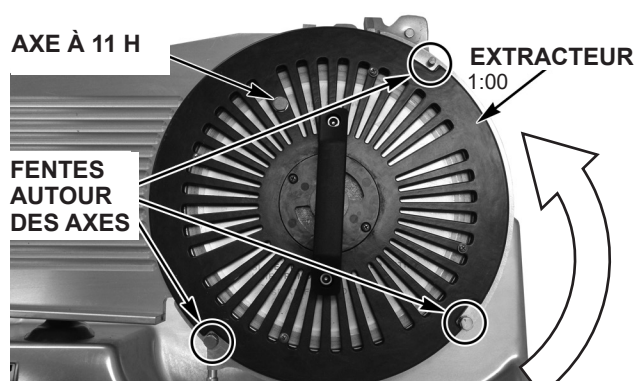

Fig. 13
- Placez l'extracteur sur le couteau (Fig. 13). Les trois fentes sur l'extracteur correspondent aux trois axes sur le protège lame (Fig. 13).